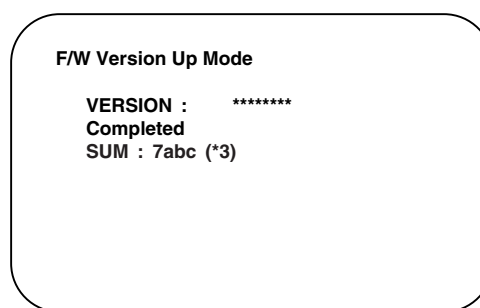

Abb. 3-2-5 Abgeschlossener Programm-Modusbildschirm
5. Nach Beendigung der Programmierung öffnet sich das Disc-Fach automatisch. Auf dem Bildschirm erscheint Abb. 3-2-5 und auf dem VFD erscheint die Prüfsumme in (*3) der Abb. 3-2-6. Zu diesem Zeitpunkt sind keine Tasten verfügbar.